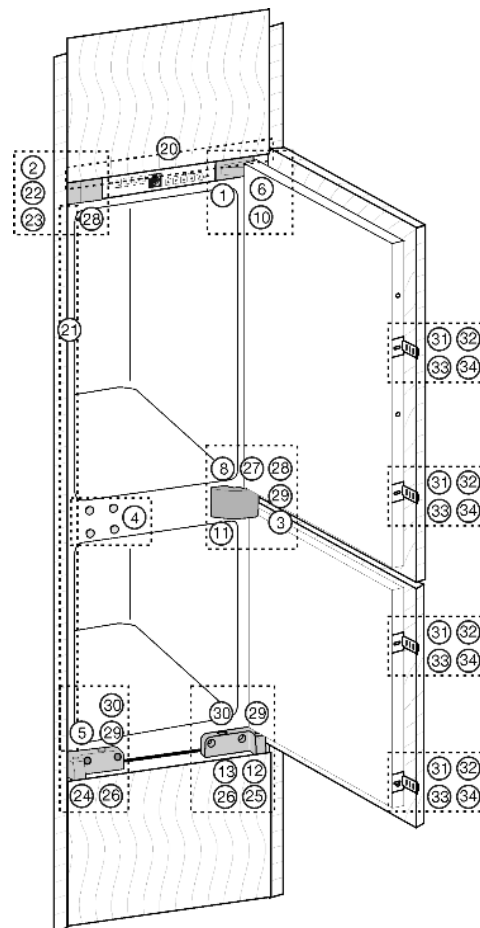
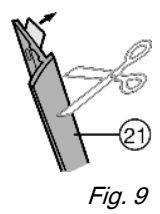

Fig. 6
Fig. 9
- ▶ Adhiera la tira tapajunta Fig. 9 (21) por el lado del tirador y delantero a la pared lateral del aparato: Retire la lámina protectora y fije la tira tapajunta.
- ▶ Si es necesario, acorte la tira tapajunta Fig. 9 (21) para adaptarla a la altura del habitáculo.
- ▶ Fije la tira tapajunta Fig. 9 (21) exactamente debajo de la brida en U Fig. 6 (22).
- ▶ Retire la cubierta Fig. 6 (3) del centro del soporte del cojinete Fig. 10 (11).